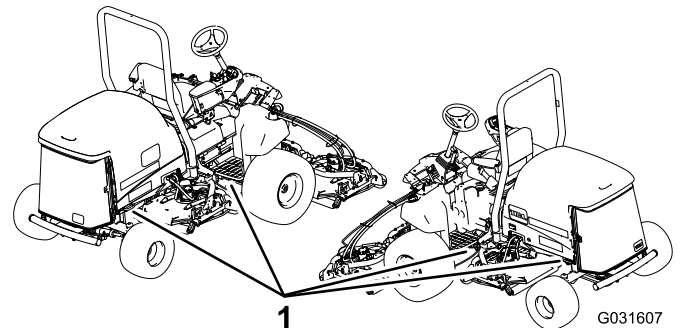

Bild 43
5. Befestigen Sie die Maschine mit den Metallvergurtungsschleifen und Riemen, Ketten, Kabel oder Seilen am Anhänger oder Pritschenwagen (Bild 43).